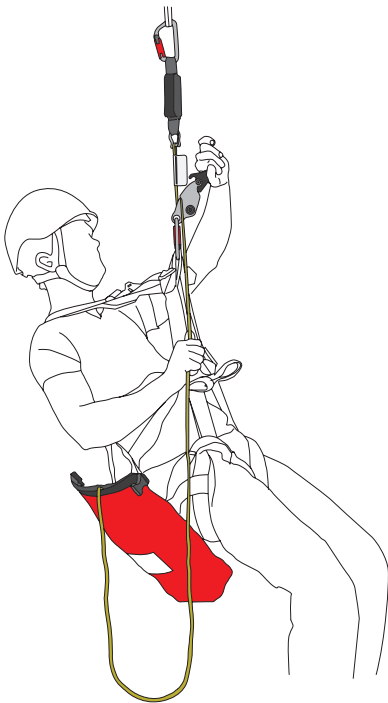

Bild 2
3. Fäst nedfibringsbromsen i en infästningspunkt på selens framsida (bild 2) – (vi rekommenderar selens nedre infästningspunkt (EN 813) med karbinhaken. Kontrollera att båda karbinhakarna är helt låsta.